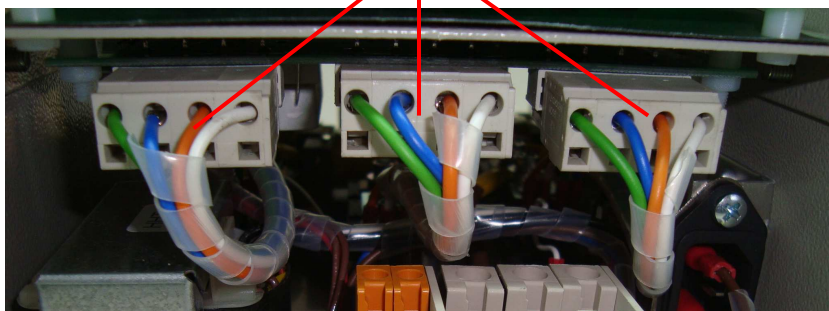

Рис. 7.19. Подключение разъемов кабеля управления тиристорами.
7.9.4. Подсоединить разъемы кабеля управления тиристорами к плате адаптера (рис. 7.19).